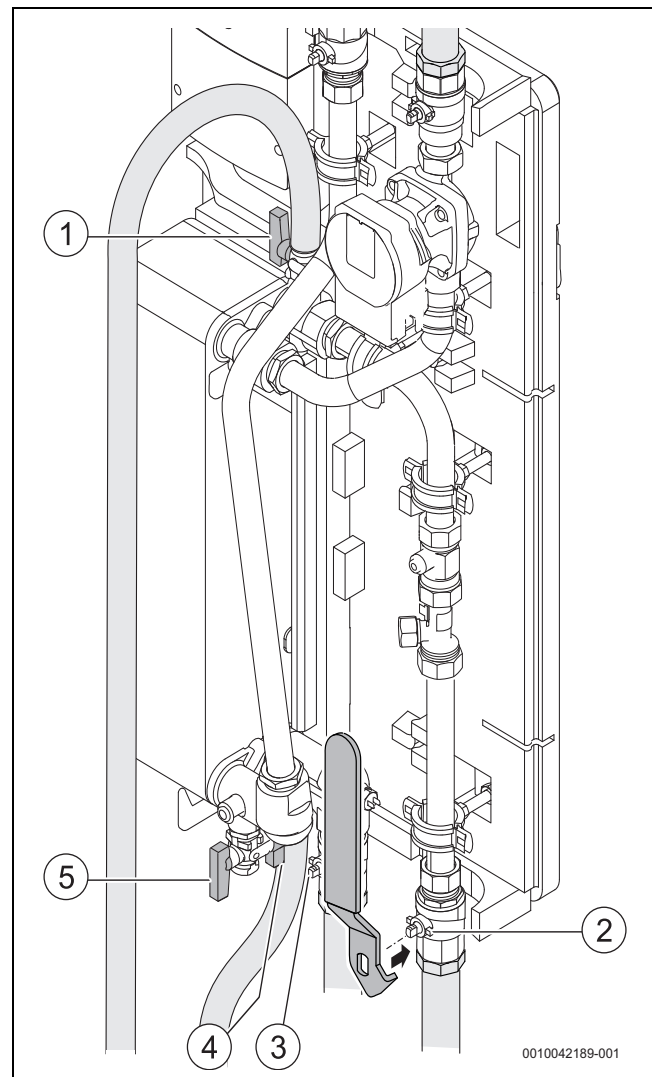

Bild 65 Wartung Frischwasserstation
- ▶ Um den Wärmetauscher zu entleeren: Füll- und Entleerhähne und öffnen (→ Bild 65 [4, 5], Seite 30).